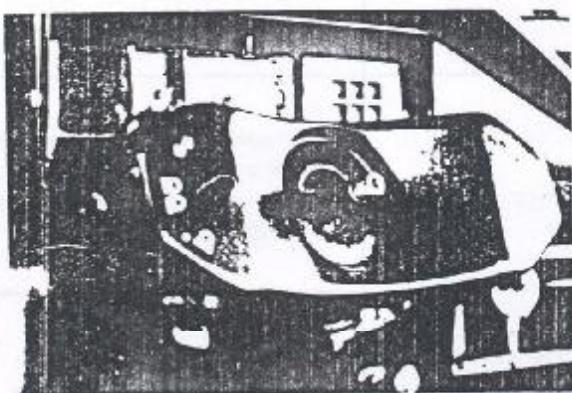

Figura 4.19.1 - Volante removido
3. Remover o porca de fixação do cubo do volante ao eixo da coluna (Figura 4.19.1).